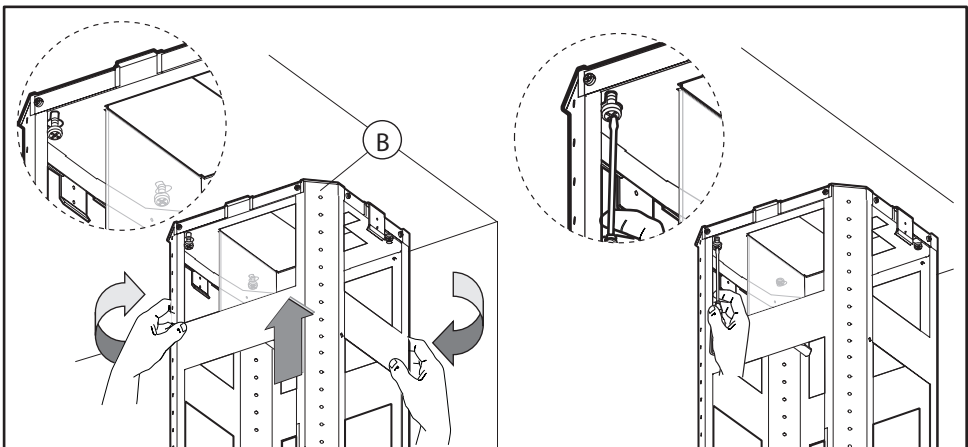

Fig.4
- Den oberen Teil des Trägersupports **B** (**Abb.4**) nehmen und auf den 3 noch nicht ganz festgespannten Schrauben in Übereinstimmung mit den 3 Schlitzen anbringen.
Eine kleine Drehung zum Einrasten durchführen (**Abb.4**). Die vierte Schraube **X** anziehen und die übrigen 3 festspannen, um die endgültige Fixierung des oberen Teils des Komplexes **B** zu ermöglichen.